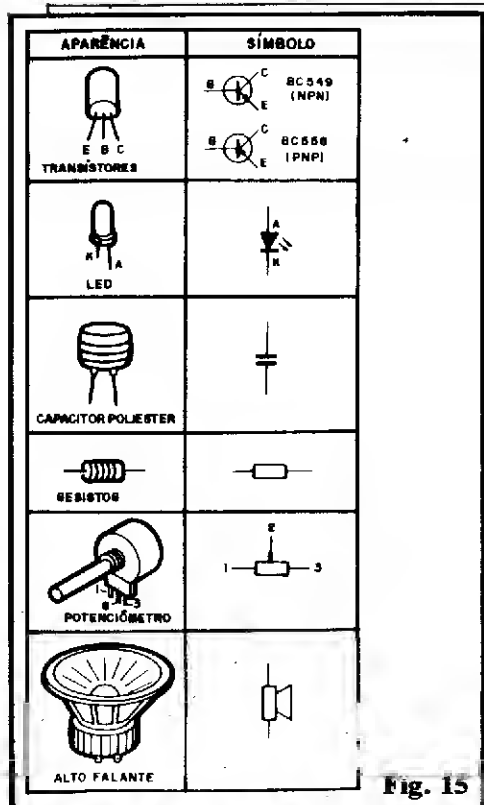

Fig. 15
- FIG. 15 - Componentes utilizados no circuito experimental, em suas aparências, símbolos e identificação de terminais e polaridades. Atenção principalmente aos transistores que, "por fora", são idênticos, porém dependendo dos seus códigos (BC549 e BC558) podemos identificar um deles como de polaridade NPN e outro como PNP. Observar também o LED, quanto à identificação dos seus terminais "A" (ânodo) e "K" (catodo). O resto é "resto" (quem ainda não decorou, está "marcando"....).